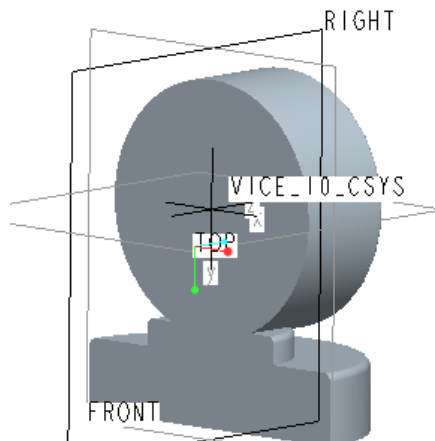

図 6-73 削除実施後の図形
- ・「フィーチャー終了」を実行すると、台座の右半分が削除された以下の図 6-73 が描かれる。